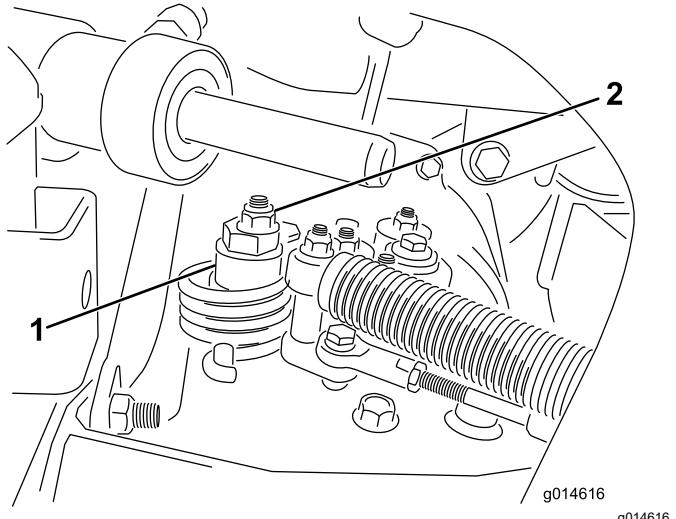

Figura 39
- A. Afloje la tuerca que sujetla el excéntrico a la parte superior del hidrostato (Figura 39).
- C. Gire el excéntrico hasta que no haya movimiento en ningún sentido. Cuando la rueda deje de girar, apriete la tuerca para bloquear el excéntrico y el ajuste (Figura 39). Compruebe el ajuste con el acelerador en las posiciones LENTO y RÁPIDO.